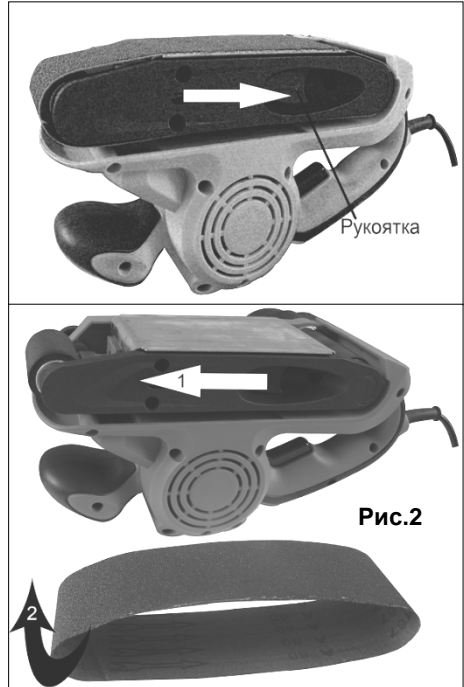

Рис.2
Установка и снятие шлифовальной ленты (Рис.2).
- Потяните зажимную рукоятку (рис.2) и поверните ее настолько насколько возможно. При этом ведомый ролик сдвинется назад, по направлению к ведущему ролику.